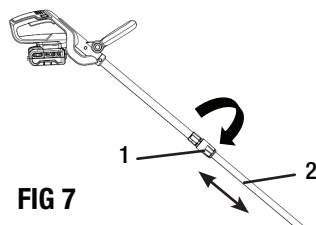

FIG 7
AJUSTE DEL PESO (FIG 7)
Para ajustar la altura de la podadora, afloje el acoplador de eje (1) girándolo en el sentido de las agujas del reloj como se muestra en la Fig. 7, mueva el eje inferior (2) hacia arriba y hacia abajo a la longitud deseada, apriete el acoplador girándolo en sentido contrario a las agujas del reloj.